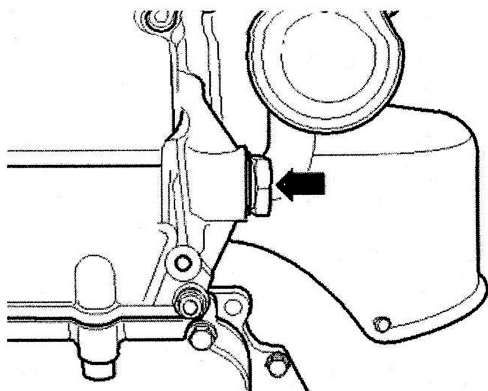

图 1-5 正时链条张紧器安装位置识别
6) 拆卸正时链条张紧器, 正时链条张紧器的安装位置见图 1-5。